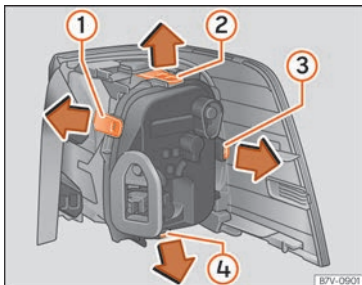

Abb. 71 Rückleuchte links in der Karosserie:
- Zum Entriegeln des Lampenhalters Verriegelungslaschen »» **Abb. 71** ① bis ④ in Pfeilrichtung drücken.